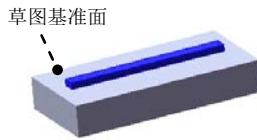

图 14.3.4 凸台一拉伸 2
(4) 单击 按钮，完成凸台一拉伸 1 的创建。
Step3. 创建图 14.3.4 所示的零件基础特征——凸台一拉伸 2。
(1) 选择命令。选择下拉菜单 **插入(I)** → **凸台/基体(B)** → **拉伸(E)...** 命令(或单击“特征(F)”工具栏中的 按钮)。
(2) 定义特征的横断面草图。
- ① 定义草图基准面。选取图 14.3.4 所示的表面作为草图基准面。